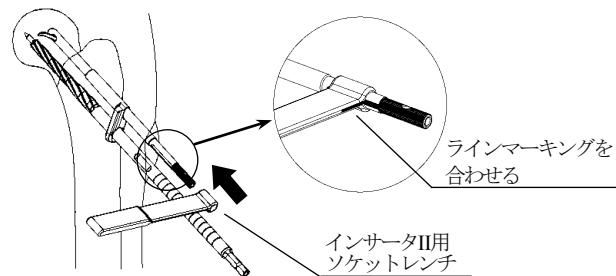

図6
- *6) インサータII (S) にインサータII用ソケットレンチを取り付けます。インサータII (S) のラインマーキングにソケットレンチのラインマーキングを合わせ、奥まで確実に挿入して下さい。(図6)